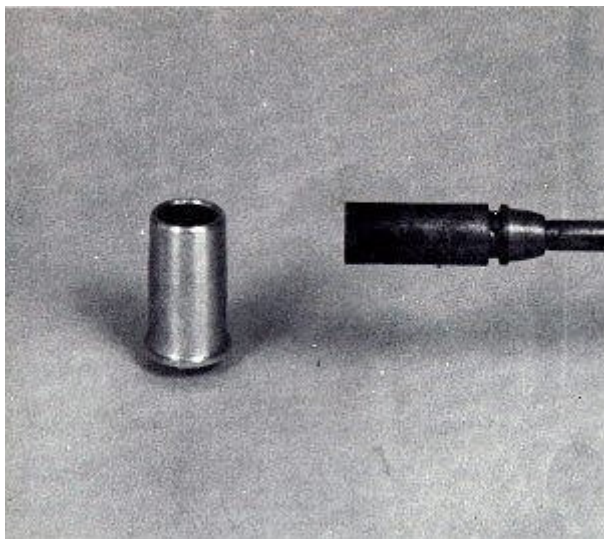

FIG. 177
4. Si usted no ha hecho, retire la arandela de goma, la pieza OLI-8115-11, desde el interior del pedestal amortiguador. Deje una nueva en el lugar y establezca la posición vertical del pedestal sobre una superficie plana y dura. Con un soplete de propano, caliente el pedestal al 150-2000 F. (Fig. 177) En este punto, inserte el extremo inferior del eje del amortiguador en el pedestal, empujándolo hasta el fondo hasta que esté completamente asentada.